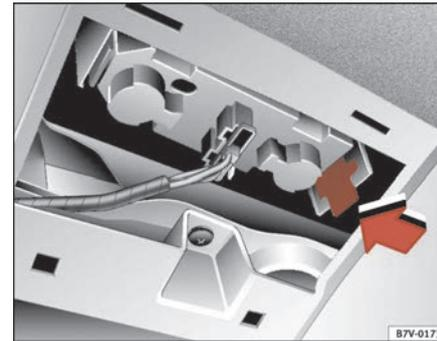

Fig. 166 Luces en el portón trasero
- Oprima la pestaña elástica en el sentido de la flecha ⇒ fig. 166 y extraiga el portalámparas hacia abajo.